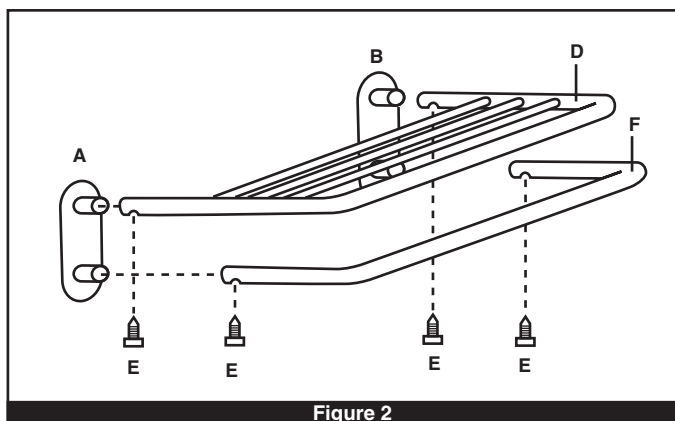

Figure 2
1 Mount towel shelf (D) by sliding open ends of tubing onto projecting fittings (C) on wall flanges (A and B). Secure towel shelf by inserting set screws (E) through the holes in the underside of the towel shelf near the wall flange and fasten set screws until the screw heads are flush. (see figure 2)
2 Mount towel bar (F) below towel shelf in the same way as in step number 1. (see figure 2)
1 Fixer la tablette (D) en installant ses extrémités sur les raccords saillants (C) des brides murales (A et B). Assujettir en insérant les vis de serrage (E) dans les trous inférieurs de la tablette. près de la bride murale, et visser jusqu'à ce que la tête des vis ne dépasse plus. (voir la figure 2)
2 Fixer la barre (F) sous la tablette, comme il est décrit à l'opération précédente. (voir la figure 2)